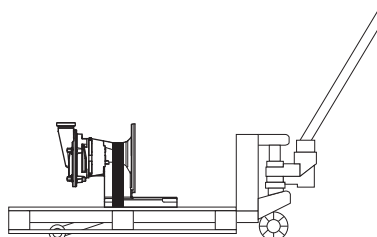

Fig. 66 Transporte con una carretilla elevadora
- Compruebe si la bomba está debidamente sujeta al palé. Por ejemplo, mediante correas, Fig. 66 «Transporte con una carretilla elevadora», página 37.